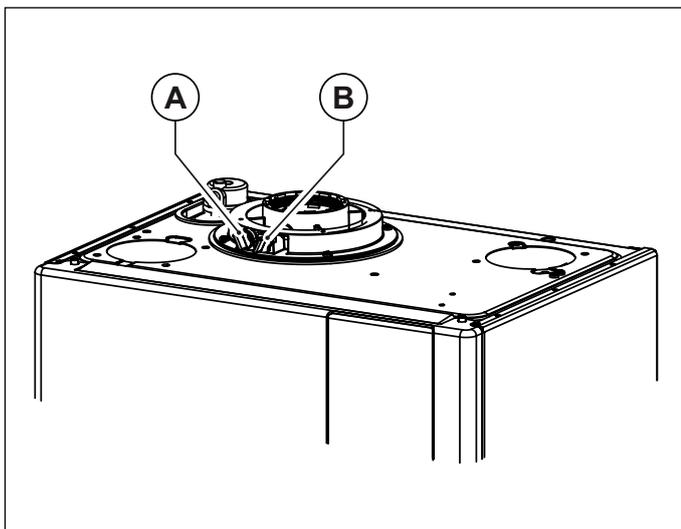
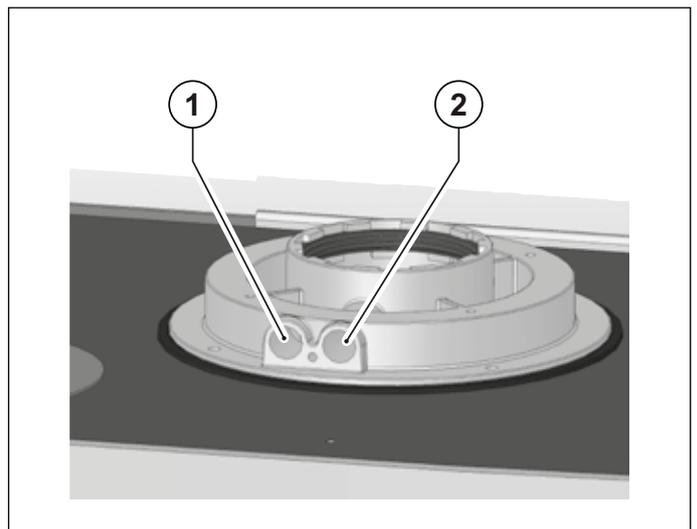

Fig. 15 Posición tapones
Fig. 16 Posición orificios
La caldera cuenta con una torre para la conexión de la tubería de aspiración del aire/evacuación de humos (ver Fig. 15 Posición tapones y Fig. 16 Posición orificios).
En la torre han sido preparados orificios para el acceso directo del aire de combustión y a la evacuación de los humos (ver Fig. 15 Posición tapones).
Antes de efectuar las mediciones quitar los tapones **A** y **B** de los orificios preparados sobre la torre (ver Fig. 15 Posición tapones).
- medida del aire comburente tomada en el agujero específico **1** (ver Fig. 16 Posición orificios).
- medición de la temperatura de los humos y del CO2 tomada en el orificio **2** (ver Fig. 16 Posición orificios).